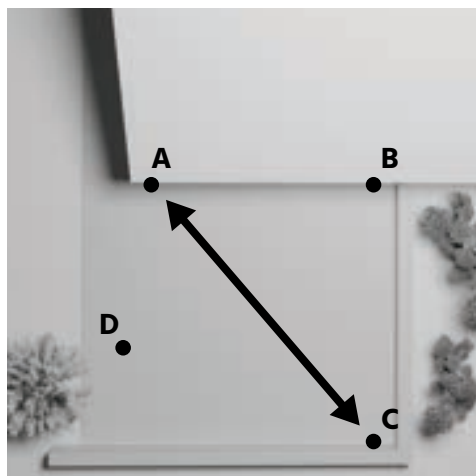

figura 1
- **I pali con fissato boma:** devono **assolutamente** essere **direzionati verso l'ancoraggio opposto** ricreando la diagonale del quadrilatero. (figura 1)